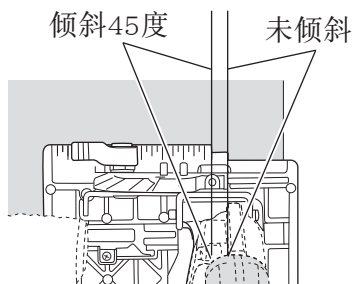
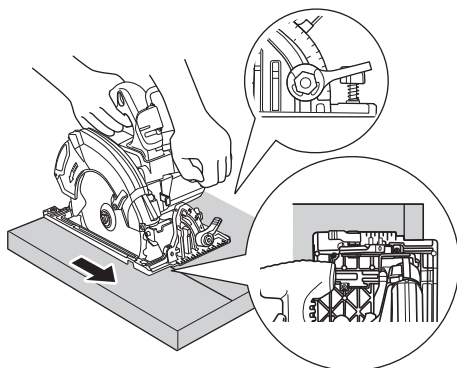
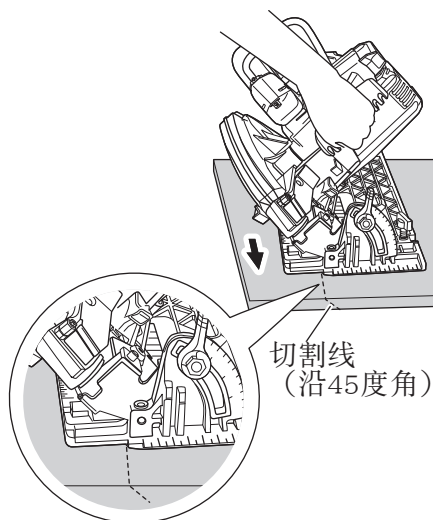

图34
图35
图36
- (1) 将底座置于材料上，然后将记号线和锯片对准底座前面的凹槽（图34）。
- (2) 底座无倾斜角度时，使用凹槽右侧（图34, 图35）。
如果底座有倾斜角度（45度），使用凹槽左侧（图34, 图36）。
- (4) 将电锯向前倾斜，并将凹槽（第34页的图34）对准预先标记的基准线。
- (5) 松开控制杆。下护罩与工件表面接触时，将处于适当位置以便于在开始锯割时自由打开。
- (6) 使电锯处于适当位置，确保刀刃未接触工件表面，拉动扳机。
- (7) 电锯达到全速模式后，逐渐放下电锯后部，直至底座接触工作台表面。
- (8) 沿切割线将电锯移动至边角。
- (9) 松开扳机，待刀刃完全停止，再从工件将刀刃取下。
- (10) 用曲线锯或手锯将边角锯割干净。
- (11) 新开始锯割时，重复上述操作。